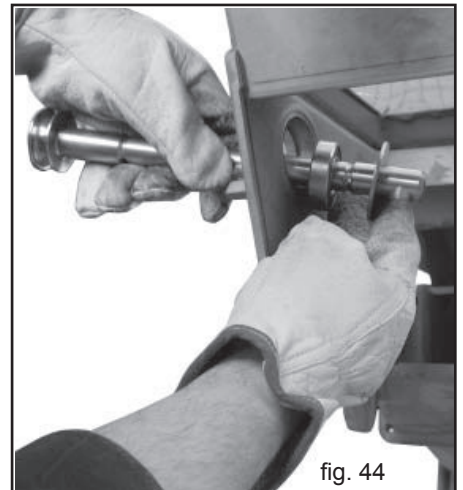

fig. 44
- 4) Durch leichtes Verkanten der Welle und Druck nach innen das Lager und die Deckscheibe aus dem Lagersitz druecken (Abb. 44). Gleiche Arbeit auf der Gegenseite ausfuehren.